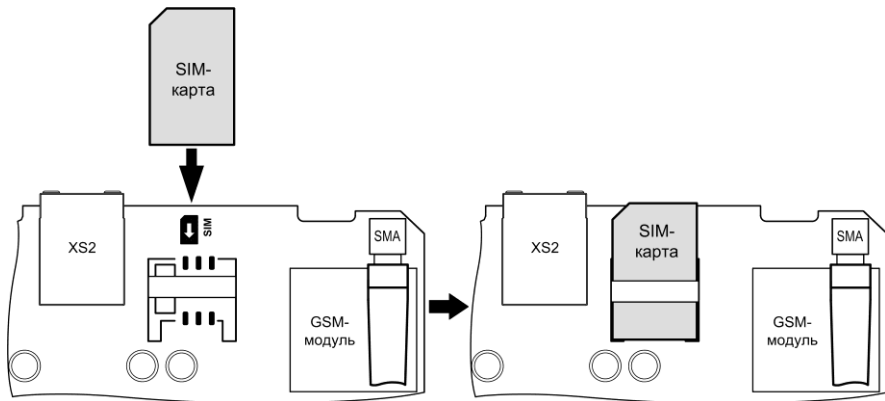

Рис.3 Установка SIM-карты
SIM-карту следует подключать при **выключенном питании** прибора, контактами к плате прибора, срезом как показано на рис.3.
3. Установите SIM-карту (рис.3).
2. SIM-карта установлена не правильно.	Отключить питание, извлечь SIM-карту и установить, как показано на рис.3 руководства.